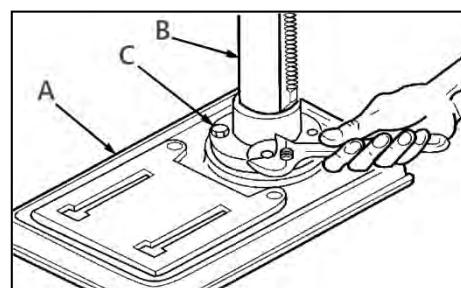

Рисунок 2.
Расположите колонну в сборе на основании (A) (рис. 2), совместите отверстия во фланце (C) с отверстиями в основании. Вставьте болт в каждое отверстие фланца (C) и основания и затяните подходящим гаечным ключом.